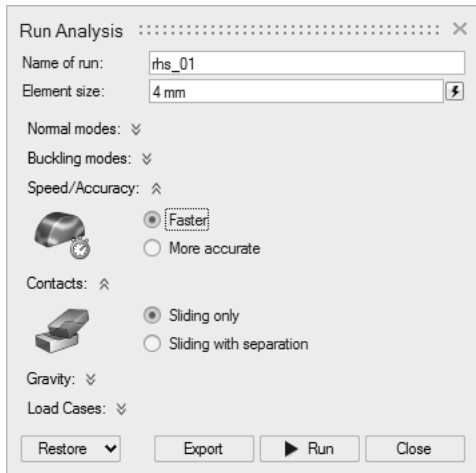

图 14-3
4) 单击分析图标上的  按钮，使用下列选项设置分析，如图 14-3 所示。